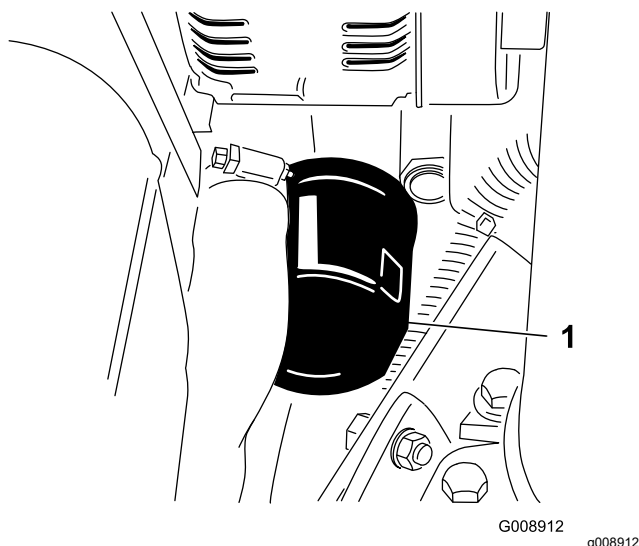

Рисунок 48
2. Извлеките масляный фильтр (**Рисунок 48**). Перед установкой нового фильтра нанесите на его уплотнение тонкий слой чистого масла. **Не перетягивайте фильтр.**